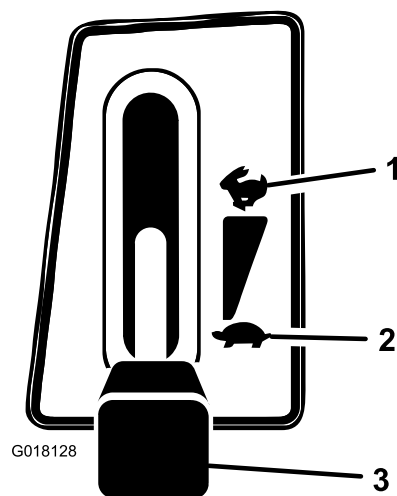

Figure 10
1. Poussez la commande de lame (PDF) en position "Désengagée" (Figure 10).
2. Placez la commande d'accélérateur en position de ralenti (Figure 10).
5. Lorsque le moteur a démarré, amenez progressivement la commande d'accélérateur en position haut régime et repoussez la commande de starter (Figure 10). Si le moteur cale ou hésite, ramenez la commande d'accélérateur en position bas régime et tirez la commande de starter pendant quelques secondes, puis placez la commande d'accélérateur en position haut régime. Répétez l'opération si nécessaire.
1. Placez la commande d'accélérateur en position de ralenti (Figure 10).